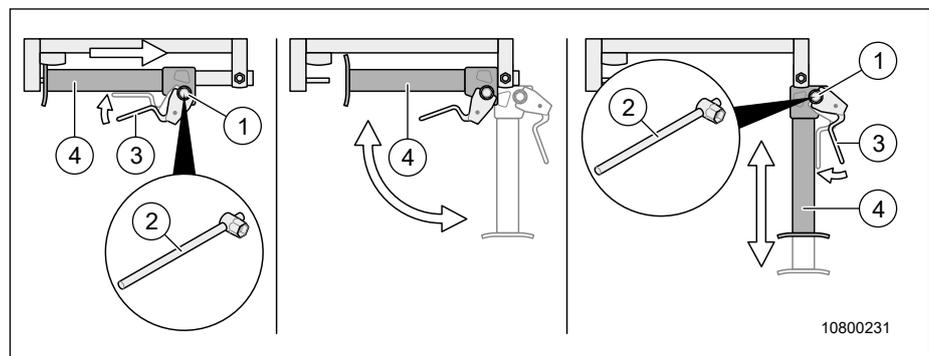

Fig. 27 Béquilles arrière à actionnement manuel
1. Desserrer le serrage (Fig. 27, pos. 1) avec une clé six pans (Fig. 27, pos. 2).
2. Pousser le levier (Fig. 27, pos. 3) vers le haut et le maintenir dans cette position.
3. Glisser la béquille (Fig. 27, pos. 4) complètement en direction de l'essieu arrière.
4. Pivoter la béquille (Fig. 27, pos. 4) vers le bas.
5. Sortir la béquille (Fig. 27, pos. 4) jusqu'au sol.
6. Desserrer le levier (Fig. 27, pos. 3).
7. Serrer à fond le serrage (Fig. 27, pos. 1) avec une clé six pans (Fig. 27, pos. 2)